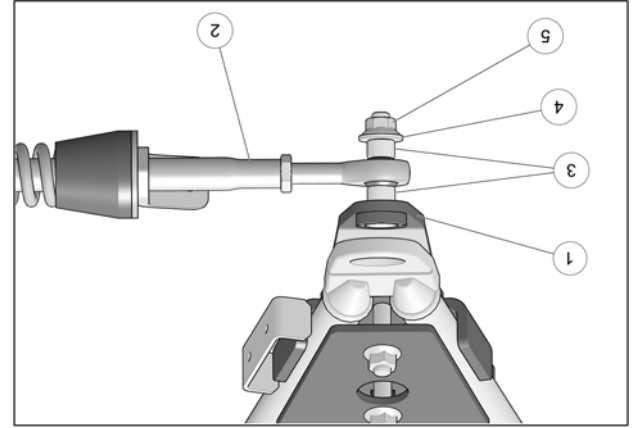

Fig. 19
8. Fixer le bras stabilisateur (2) au boulon déjà installé sur l'ancrage de suspension (1) à l'aide des deux espaces (3), de la rondelle (4) et de l'écrou autobloquant (5). Serrer à un couple de 70 N•m [52 lb•pi]. Voir la Fig. 19